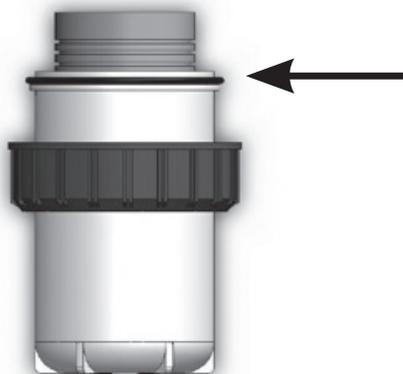

Figure 7 Joint torique sur carter
4. Jeter la cartouche utilisée et nettoyer les boîtiers de carter comme exigé. S'assurer de rincer complètement le carter avec de l'eau pour éliminer tous les agents nettoyants. Avant d'installer une nouvelle cartouche, s'assurer que les joints toriques sont correctement placés sur les épaulements au sommet du carter (Consulter la Figure 7), s'il y a des dégâts visibles sur les joints toriques, les remplacer (P/N : OR40-50). Appliquer à nouveau du lubrifiant en grande quantité sur les joints toriques lors de la réinstallations des puisards.